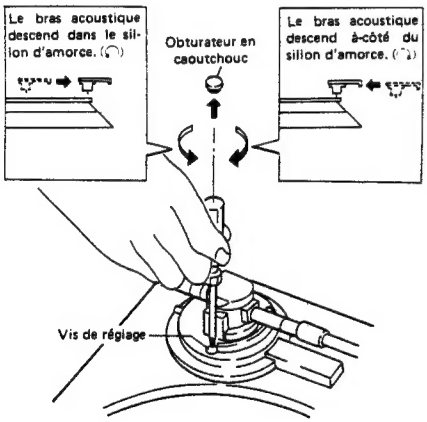

Fig. 14-1 Position de descente de la pointe de lecture
- 1. Retirer l'obturateur en caoutchouc (Fig. 14-1).